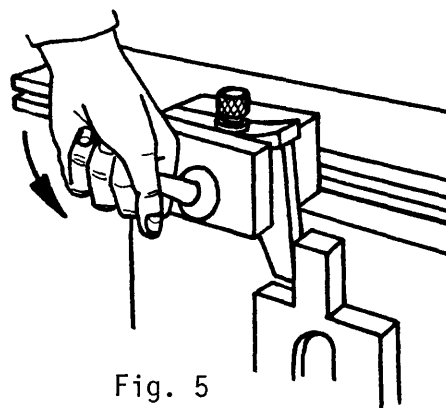

Fig. 5
- ___ e Fije el tope de la mesa contra el limitador micrométrico manual (fig. 5).